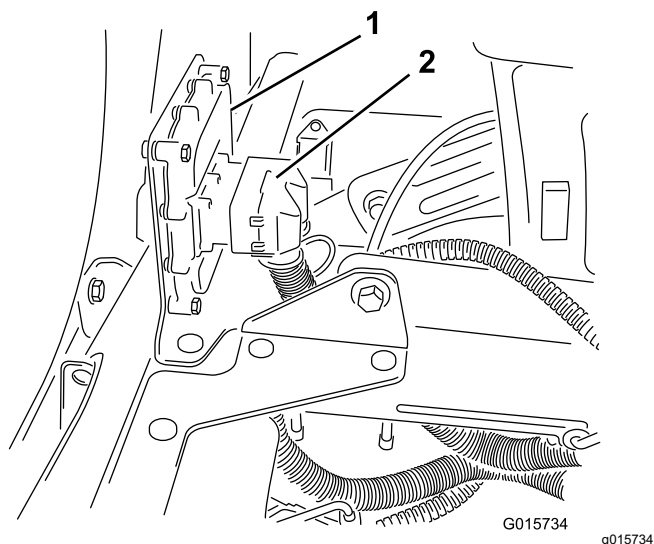

Figura 32
2. Conectai conectorul cu 50 de orificii al cablului pentru braul sonic la conectorul cu 50 de pini al controlerului electronic i fixai conectorii cu urubul cu cap imbus (Figura 32).